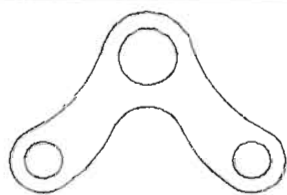

图 4-165
(4) 继续使用 Trim (修剪) 命令修剪多余的圆弧段,修剪结果如图4-165所示。